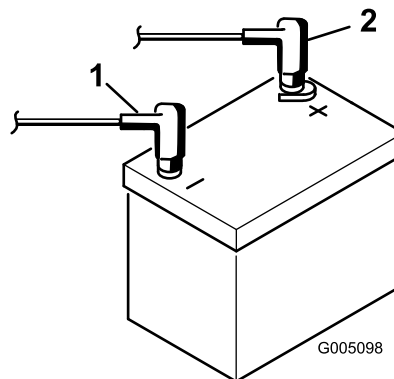

Figura 9
9. Collegate il cavo positivo (rosso) al morsetto positivo (+) e il cavo negativo (nero) al morsetto negativo (-) della batteria, e fissateli con i bulloni e i dadi (Figura 9). Fate scorrere la guaina di gomma sul morsetto positivo per evitare un cortocircuito.